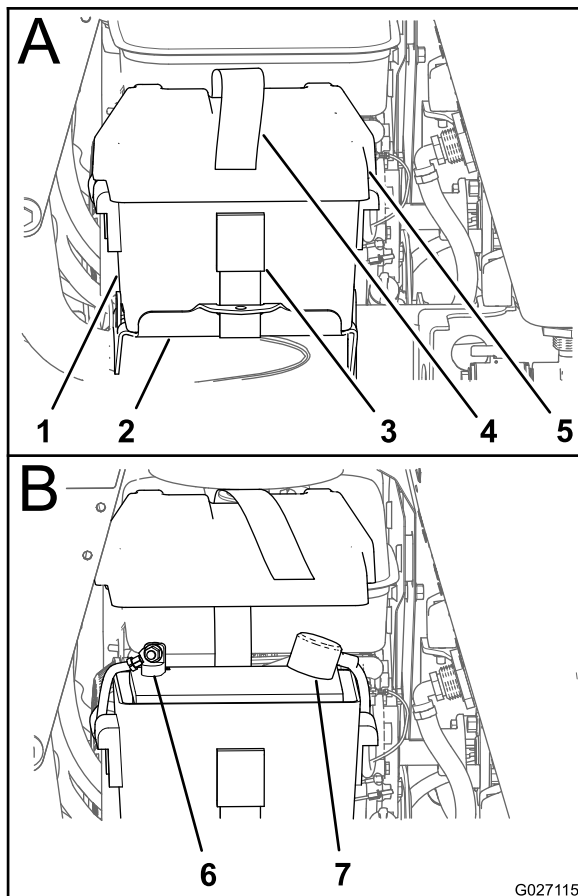

Figure 3
1. Sortez la batterie de son bac (Figure 3).
2. Connectez le câble positif à la borne positive (+) de la batterie au moyen d'un boulon à embase et d'un écrou à embase (Figure 3).
3. Connectez le câble négatif à la borne négative (-) de la batterie au moyen d'un boulon à embase et un écrou à embase (Figure 3).
4. Placez le couvercle sur le bac de la batterie et fixez le couvercle et le bac sur le support de la batterie à l'aide de la sangle (Figure 3).